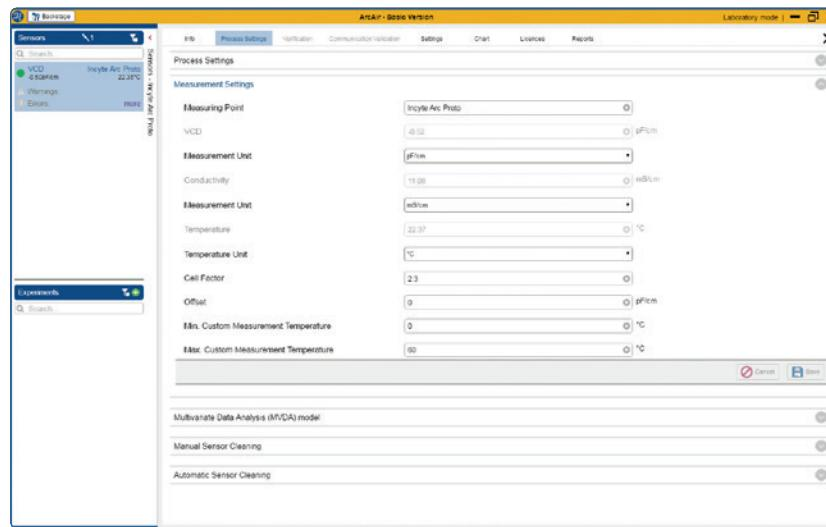

Figure 18: Measurement Settings
- 1) Go to the «Process Settings» (figure 18). Choose the «Cell Type mode», select from the pre-defined settings:
- 1) Go to the «Process Settings» and select the «Measurement Settings» (figure 18).
1) Go to the «Settings Menu» (figure 18). Select the «Cell Type Mode Configuration»: